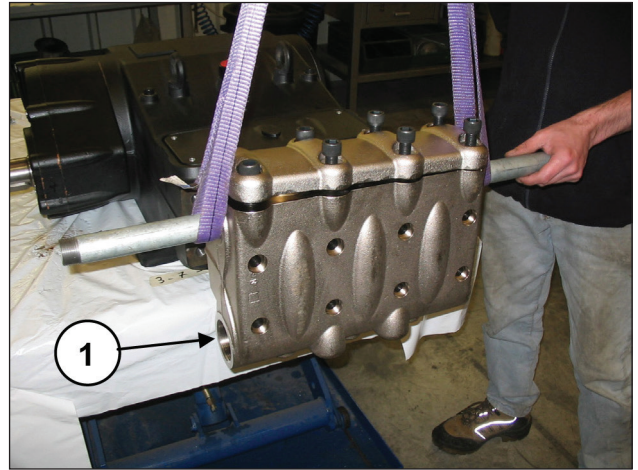
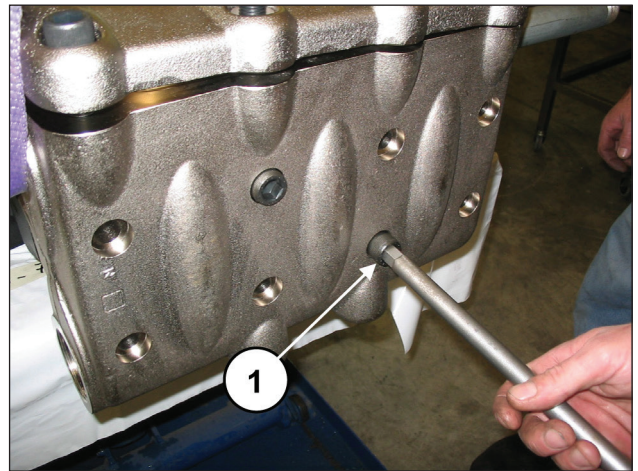

图117
图118
将泵头安装在泵壳（部件号①，图117）上，注意不要碰到活塞，并拧紧8个M16x180螺丝（部件号①，图118）。
拧紧8个M16x180螺丝，先从4个内螺丝交叉开始（见图117），然后继续交叉拧紧4个外螺丝。